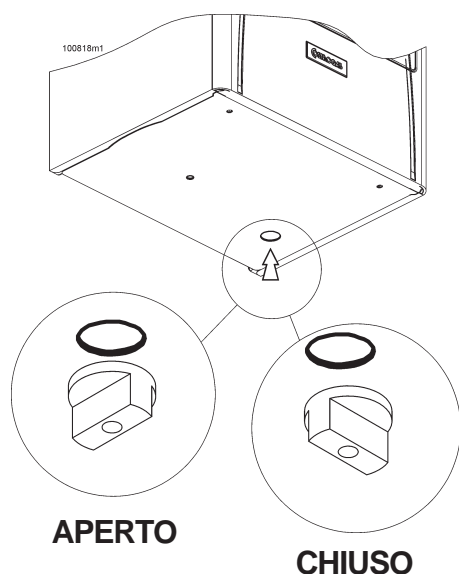

Figura 44 - Rubinetto di carico
- Aprire il rubinetto di carico (vedi figura 44) per un quarto di giro in senso antiorario;
- controllare la pressione sul manometro "6" (vedi figura 44), fino al raggiungimento della pressione di 1-1,5 bar;
- Chiudere il rubinetto di carico (vedi figura 44) per un quarto di giro in senso orario.
ATTENZIONE !!! Durante il normale funzionamento dell'impianto il rubinetto di carico (vedi figura 44) deve rimanere sempre in posizione di chiusura. Se, col tempo, la pressione scende, ripristinare il valore corretto. Nel primo mese di funzionamento può essere necessario ripetere più volte questa operazione per togliere eventuali bolle d'aria presenti.